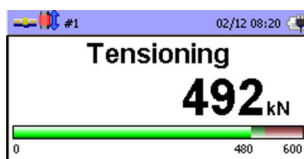

Fig. 52: indicazione nell'unità di comando
⇒ La forza di serraggio raggiunta rientra nell'intervallo di tolleranza e l'unità di comando (UC) indica Fig. 52.